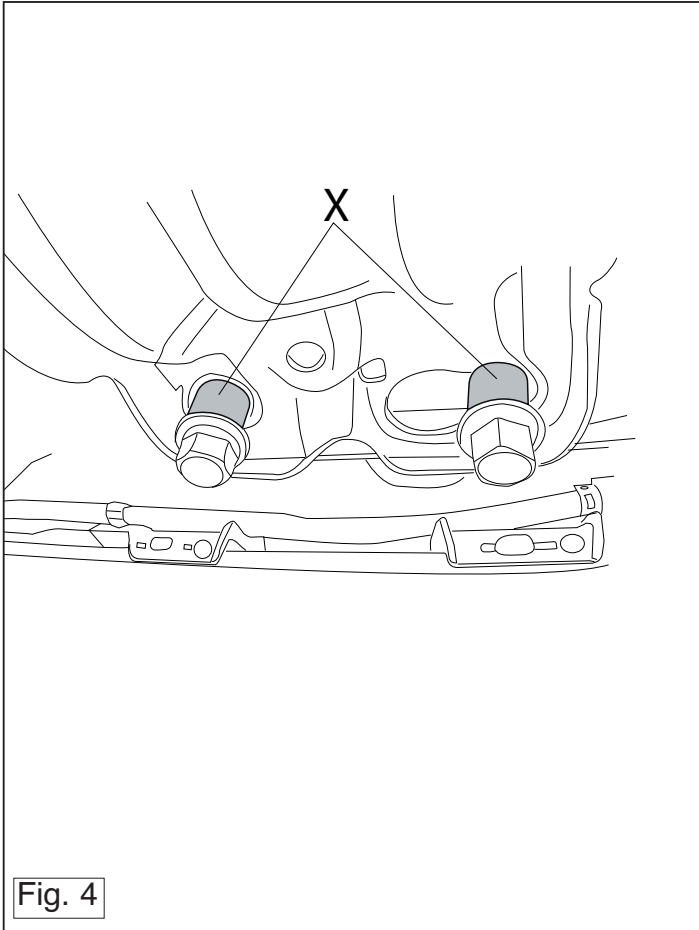

Fig. 4
13. Monter reservhjulet. (Se fig. 4)
13. Montare la ruota di scorta. (Vedere Fig. 4).
13. Montować koło zapasowe. (rys.4).